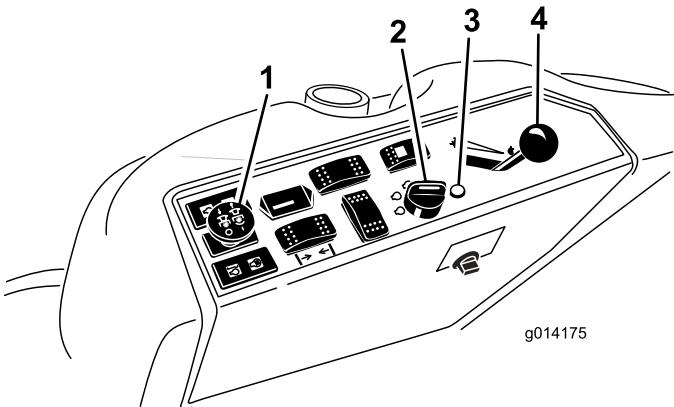

Figure 13
4. Placez la commande de prise de force (PDF) en position désengagée (Figure 13).
5. Réglez la commande d'accélérateur à mi-course entre les positions bas et haut régime (Figure 13).